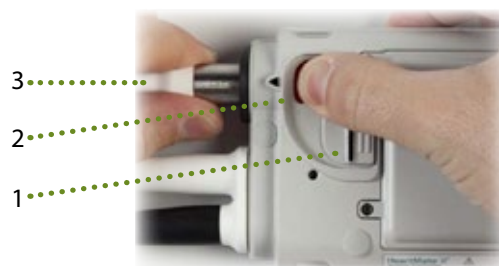

FIGURE 19
- 1 Déverrouiller la languette de sécurité (Figure 19).